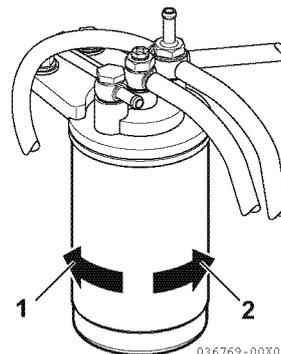

Figure 5-11
3. Retirez le filtre à carburant à l'aide d'une clé à filtre, en le tournant vers la gauche (1, **Figure 5-11**). Lors de la dépose du filtre à carburant, tenez-le avec précaution pour éviter de renverser le carburant. Essayez tout le carburant répandu.
5. Installez le nouveau filtre à carburant. Tournez vers la droite (2, **Figure 5-11**) et serrez-le à la main uniquement jusqu'à ce qu'il entre en contact avec la surface de montage. Serrez à 20 à 24 N·m (2,0 à 2,4 kgf·m) ou d'un tour supplémentaire à l'aide de la clé à filtre.